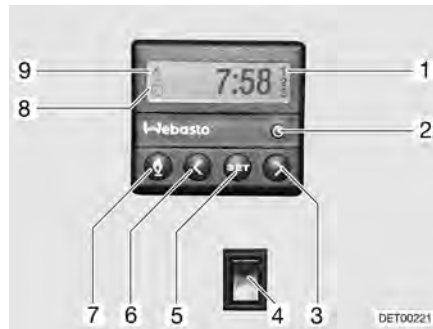

Bild 168 Kontrollenhet för motorvärme
- Tryck ner knapp (Bild 168,7). Värmedriften indikeras av symbolen (Bild 168,9). Fläkten startas först när kylmedelstemperaturen uppgår till 30 °C.
- Tryck ner knapp (Bild 168,7). Symbolen (Bild 168,9) slocknar.
- Vippkontakten (Bild 168,4) trycks in nedtill. Motorn förvärms. Fläkten startas direkt.
- Vippkontakten (Bild 168,4) trycks in upptill. Motorn värms inte upp.
- Tryck ner knapp (Bild 168,2). Tidsinställningen indikeras genom symbolen (Bild 168,8).
- Ställ klockan med knapparna (Bild 168,3 och 6).
- Tryck ner knapp (Bild 168,5).
- Ställ in starttiden inom 10 sekunder med knapparna (Bild 168,3 och 6).
- Tryck på knappen (Bild 168,5) tills önskat programnummer (Bild 168,1) visas på displayen.